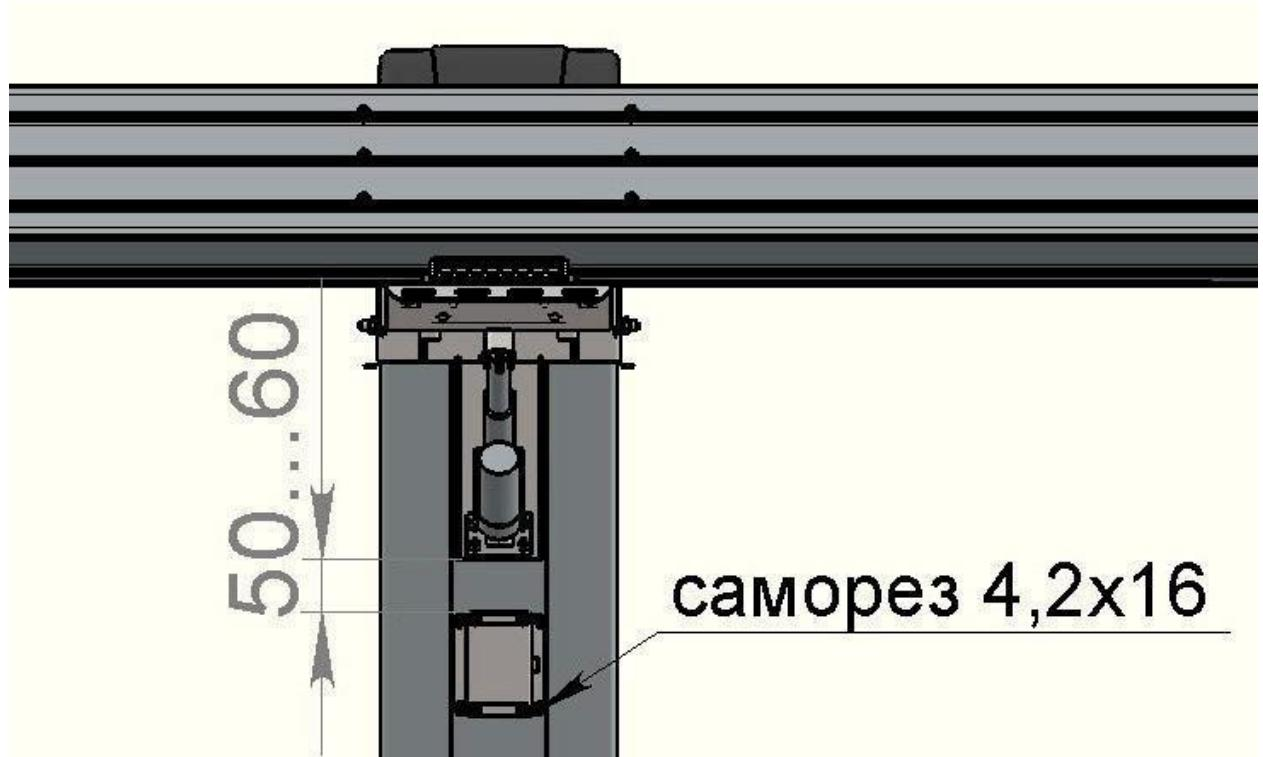

Рис. 6. Установка корпуса платы управления.
12. После необходимо закрыть корпус платы и установить на расстоянии 50-60 мм от привода наклона, как показано на рис. 6.
Общий вид, получившийся после сборки, можно посмотреть на рис. 6а.
Рис. 6а. Общий вид.